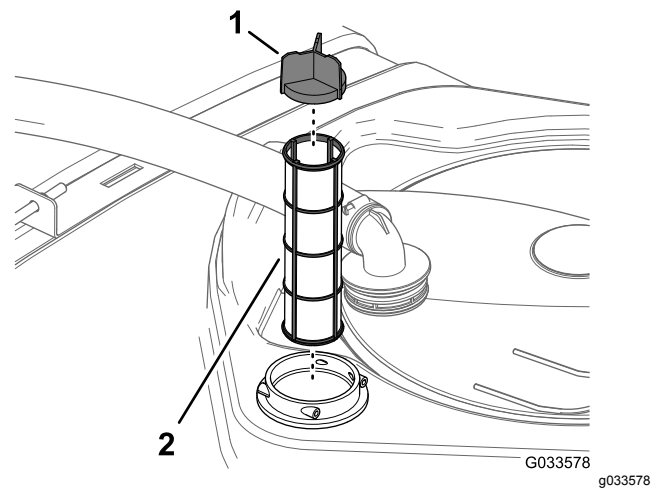

Figura 102
4. Rimuovete il vecchio filtro di aspirazione dall'alloggiamento del filtro nel serbatoio (Figura 102).